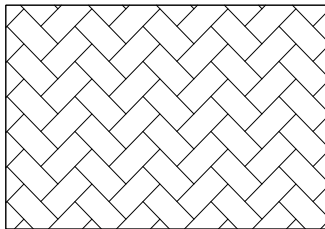

图 11-32 打开图案加洞素材
① 按 Ctrl+O 组合键，打开配套光盘提供的“第 11 章/ 11.3.7 图案减洞.dwg”素材文件，结果如图 11-32 所示。
② 单击“绘图工具”→“图案减洞”命令，命令行提示如下：